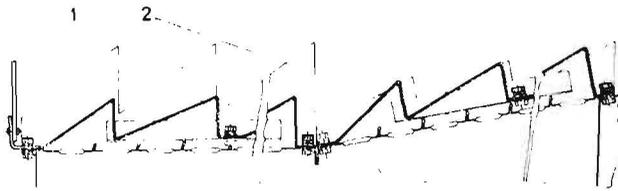

Bild 7
Die Förderschienen auf der ersten und zweiten Schüttlerstufe müssen entfernt werden, um die Montage der Stufenbleche (Bild 7 – Pos. 2) und der Stirnwand (Bild 7 – Pos. 1) zu ermöglichen.
4.2.7. Stirnwand (Bild 3 – Pos. 7 und Bild 7 – Pos. 1) und Stufenblech (Bild 3 – Pos. 8 und Bild 7 – Pos. 2)